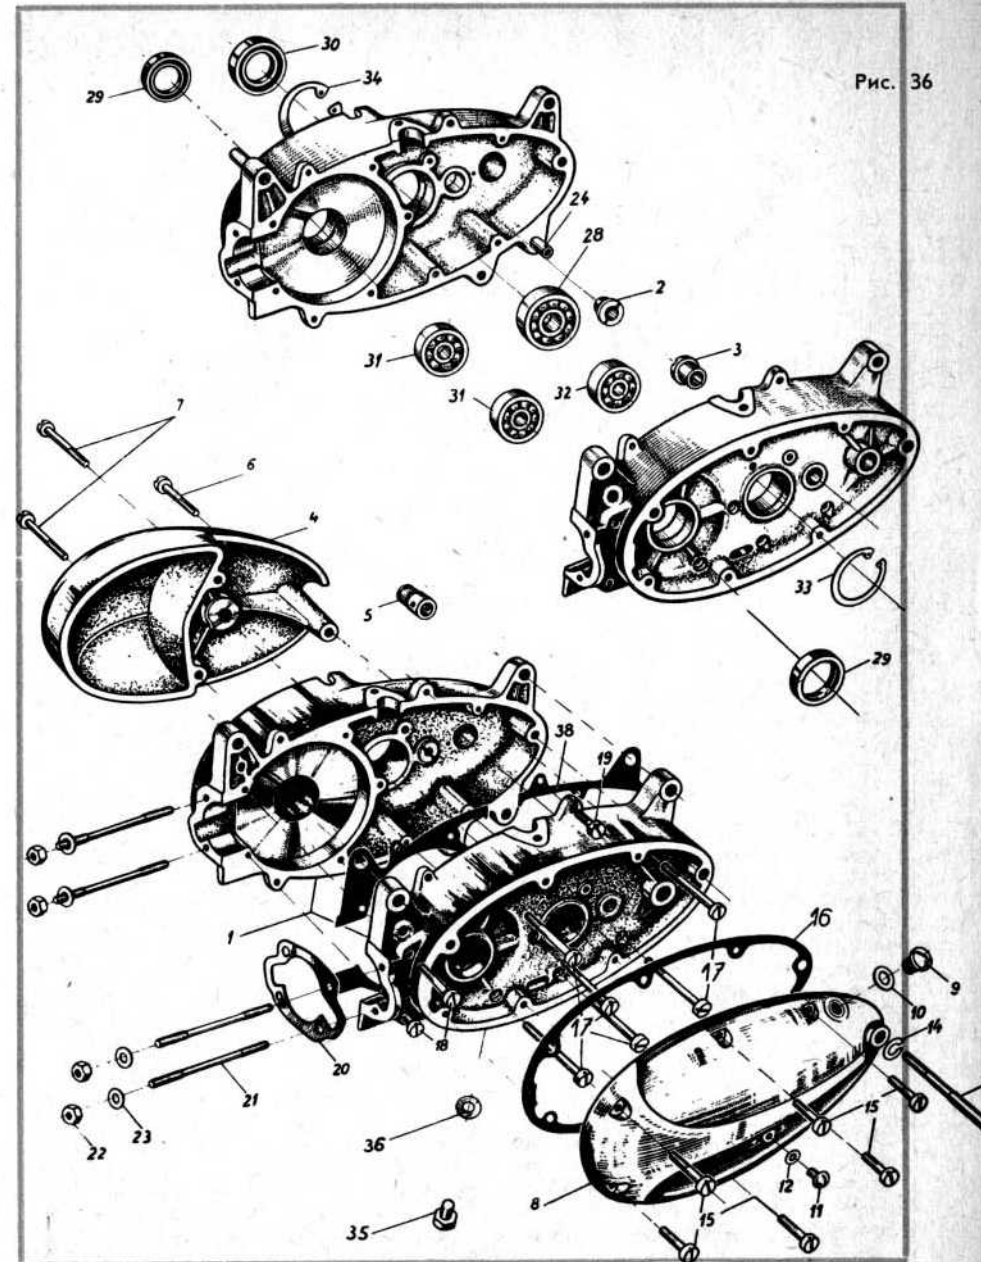

Рис. 36
35. ЗАМЕНА УПЛОТНИТЕЛЬНЫХ КОЛЕЦ (ГУФЕРО) — РИС. 36
38. РАЗЪЕДИНЕНИЕ ПОЛОВИНОК КАРТЕРА ДВИГАТЕЛЯ (РИС. 36)
43. ЗАМЕНА ВТУЛОК (РИС. 36)
48. СОЕДИНЕНИЕ ПОЛОВИНОК КАРТЕРА (РИС. 36)